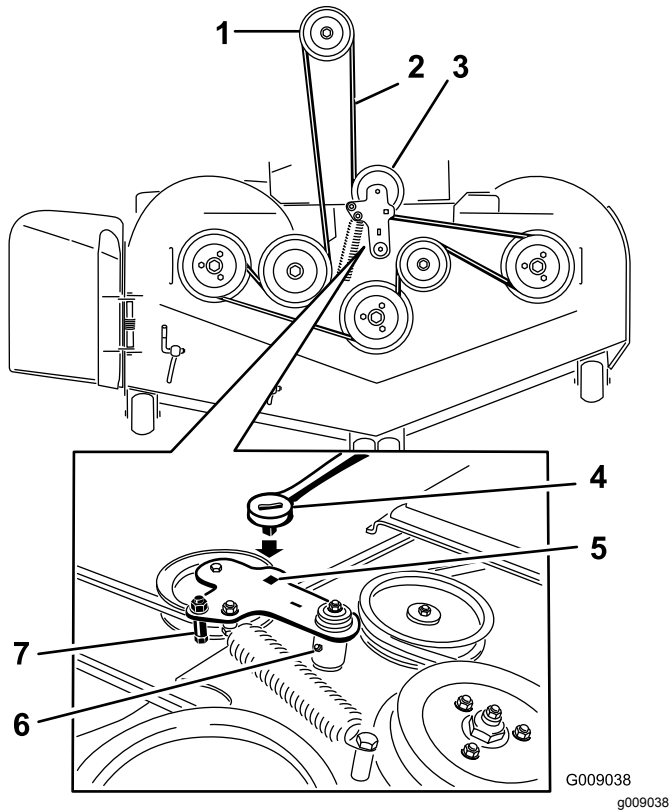

Figure 76
5. Insérez un rochet dans le trou carré du bras de tension pour détendre le ressort de la poulie de tension (Figure 76).
7. Enlevez le guide de courroie situé sur le bras de la poulie de tension rappelée par ressort, comme montré à la Figure 76.
9. Acheminez la courroie neuve autour des poulies du tablier de coupe et de la poulie d'embrayage, sous le moteur (Figure 76).